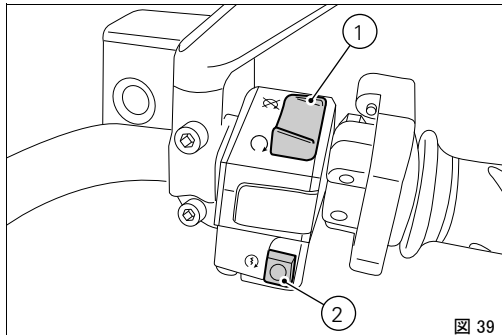

図 39
- 1) コードが承認されると、システムはエンジンプロックを解除します。START ボタン (2、図 39) を押すと、エンジンが始動します。